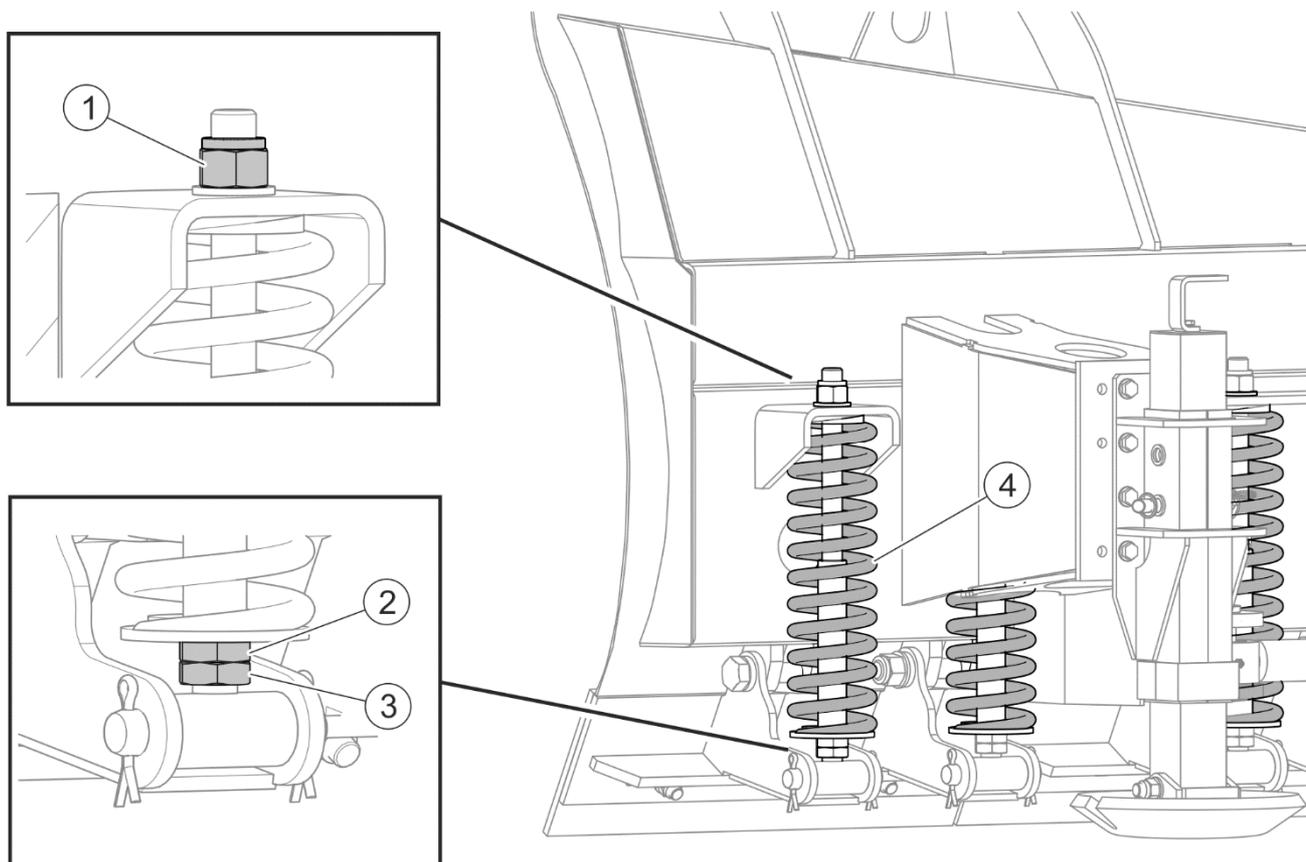

РИСУНОК 5.13 Регулировка кромок отвалов
Кромка отвала состоит из подвижных сегментов. При наезде на препятствие отдельные сегменты кромок отвала (РИСУНОК 5.13) могут независимо отклоняться назад и возвращаться в рабочее положение благодаря амортизирующим пружинам (4). Имеется возможность регулировать наклон кромок и натяжение пружин. Регулировка наклона сегмента кромки отвала производится при помощи гайки (1), а при помощи гайки (2) можно регулировать натяжение пружины (4), предварительно слегка отвинтив контргайку (3).